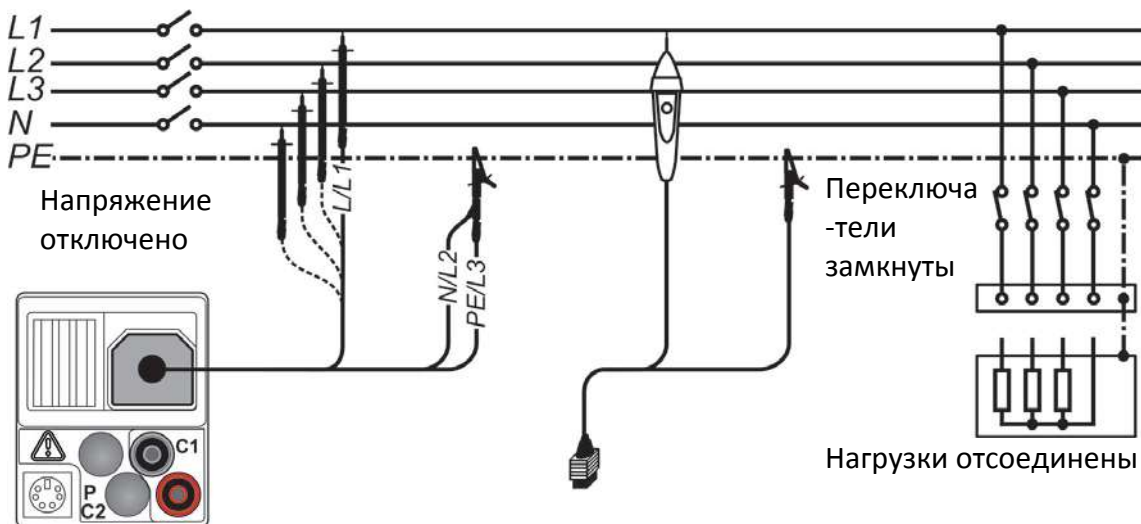

Рисунок 5.6: Подключение 3-х проводного тестового кабеля и щупа с наконечником «Трi commander» ($U_N \leq 1$ кВ)
- **Подсоедините** испытательный кабель к прибору и затем к исследуемому компоненту (см. Рисунок 5.6: Подключение 3-х проводного тестового кабеля и щупа с наконечником «Tip commander» ($U_N \leq 1$ кВ)
- **Подсоедините** испытательный кабель к прибору и затем к исследуемому компоненту (см. *Рисунок 5.6: Подключение 3-х проводного тестового кабеля и щупа с наконечником «Tip commander» (UN ≤ 1 кВ)*